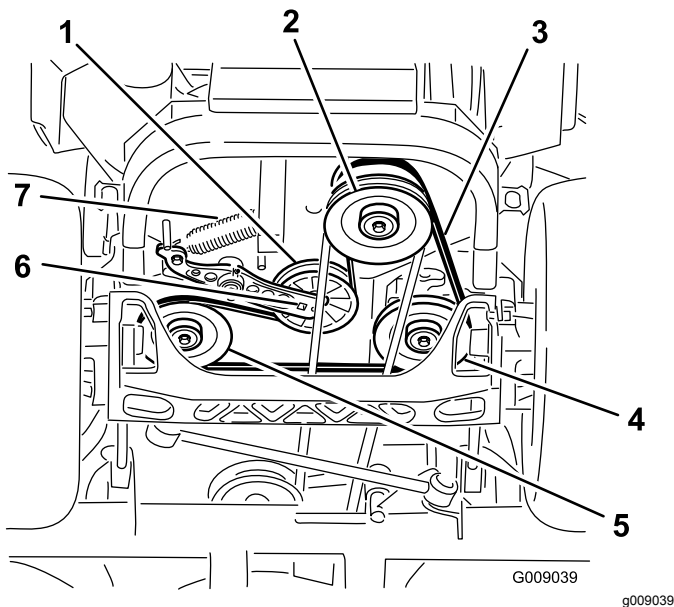

Figure 80
4. Soulevez la machine sur des chandelles (Figure 80).
5. Insérez un rochet dans le trou carré du bras de la poulie de tension pour déposer le ressort de la poulie de tension (Figure 80).
6. Décrochez le ressort de tension sur le cadre (Figure 80).
9. Insérez un rochet dans le trou carré du bras de tension pour installer le ressort de la poulie de tension sur le cadre (Figure 80).